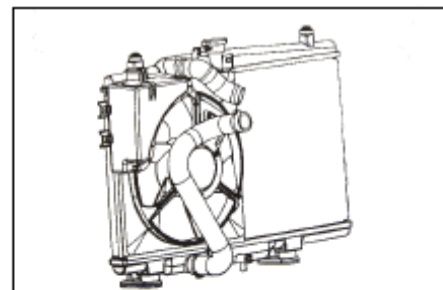

Рис. 67
- (1) Откройте крышку радиатора
- (2) Откройте сливной клапан воды и слейте охлаждающую жидкость.
- (3) Отсоедините трубку подачи воды в радиатор.
- (4) Отсоедините трубку отвода воды из радиатора.
- (5) Открутите 4 болта крепления радиатора (см. Рис. 67).